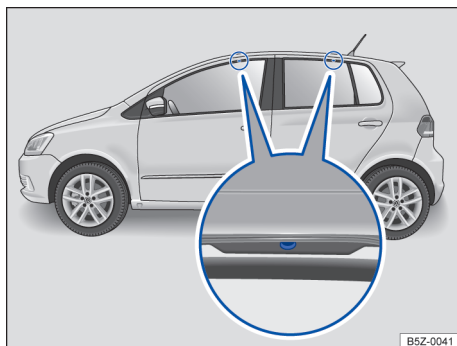

Fig. 108 Pontos de fixação dos suportes de base do bagageiro do teto (ambos os lados).
Os furos ou marcações dos pontos de fixação dos suportes de base ficam visíveis com a abertura das portas (dianteiras e traseiras) do veículo e encontram-se no lado nas vigas do teto → Fig. 108 (lupa). Os furos ou marcações para fixação atrás encontram-se no lado inferior das vigas do teto → Fig. 108 (lupa direita).
- Fixar os suportes de base somente nas marcações indicadas na figura → Fig. 108.